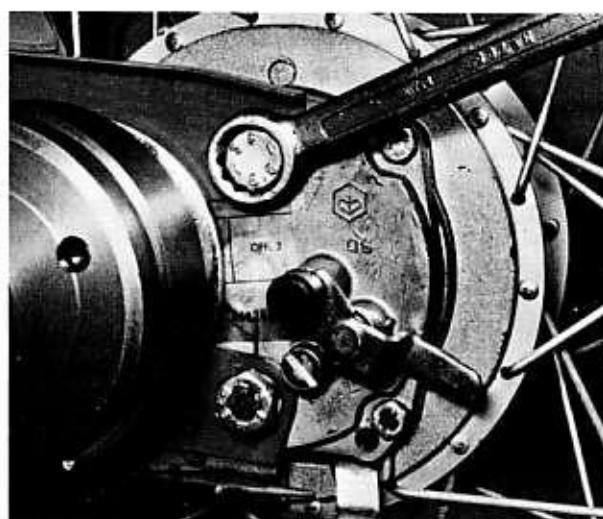
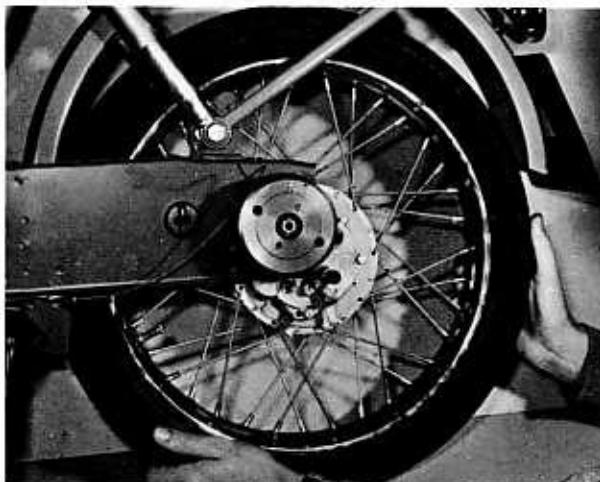

Bild 143
Bild 144
- Die Hinterradnabe ist an beiden Seiten mit je zwei Schrauben befestigt (Bild 143). Die vier Schrauben entfernen und das Rad so weit nach hinten ziehen, als es das Schutzblech erlaubt. Nun muss beim Ausbau des Rades nach unten die Nabe von der linken Seite her gesehen im Uhrzeigersinn gedreht werden, damit die Eingangswelle durch den Ausschnitt des Seitenteils geführt werden kann (Bild 144).